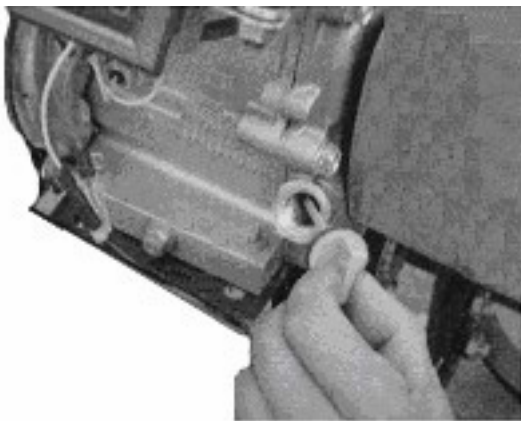

Рисунок 2
- Отвинтите щуп для измерения уровня масла и протрите его (см. Рис. 2).